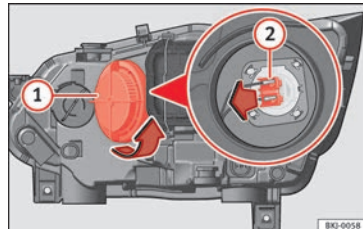

Abb. 110 Im Motorraum: Glühlampe Fernlicht.
- Drehen Sie die Abdeckung (1) nach links und nehmen Sie sie heraus »» Abb. 110.
- Ziehen Sie den Stecker von der Lampe (2) ab, indem Sie ihn nach außen ziehen.
- Stecken Sie den Stecker an der Glühlampe (2) auf.
- Abdeckung (1) einsetzen und nach rechts drehen.